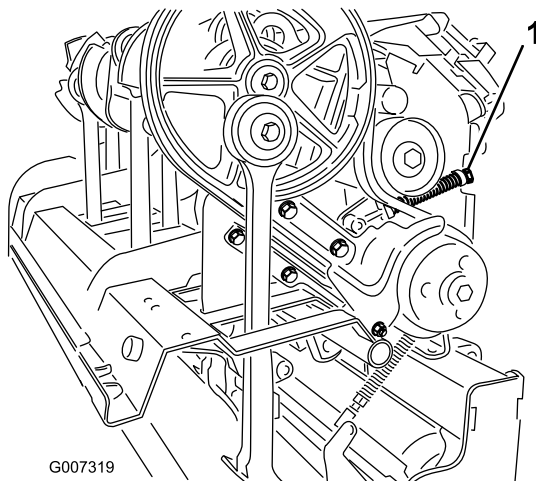

Figure 33
4. Pour détendre le ressort de la poulie de tension, desserrez le contre-écrou de fixation du dispositif de retenue du ressort (Figure 33) et tournez celui-ci.